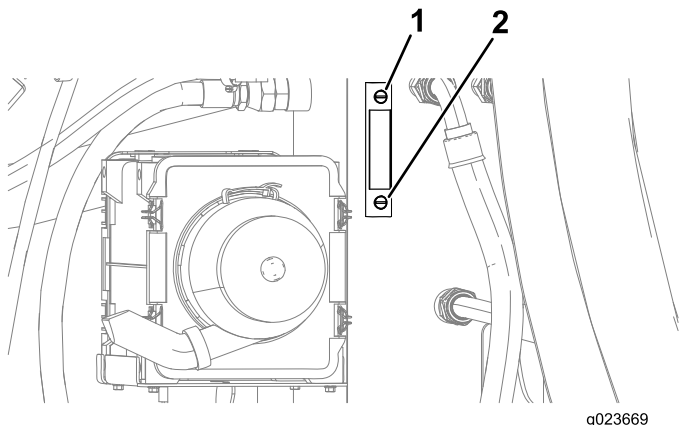
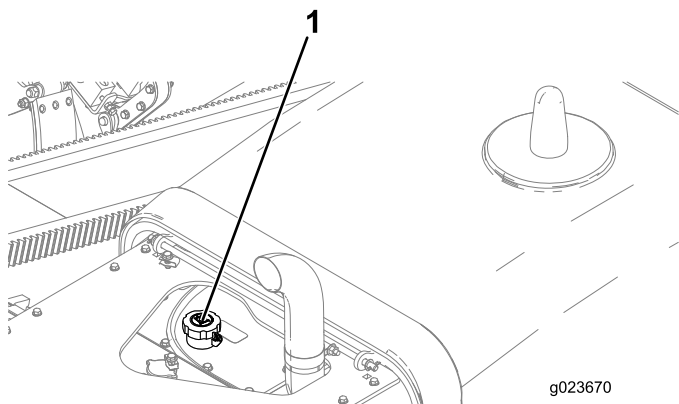

Bild 116
Bild 117
4. Lesen Sie im Schauglas am Hydraulikbehälter den Ölstand ab (Bild 116).
5. Wenn der Stand niedrig ist, nehmen Sie den Deckel des Hydraulikbehälters (Bild 117) ab und füllen Sie etwas Öl ein; warten Sie zwei Minuten, bis sich der Ölstand im Schauglas stabilisiert (Bild 116).